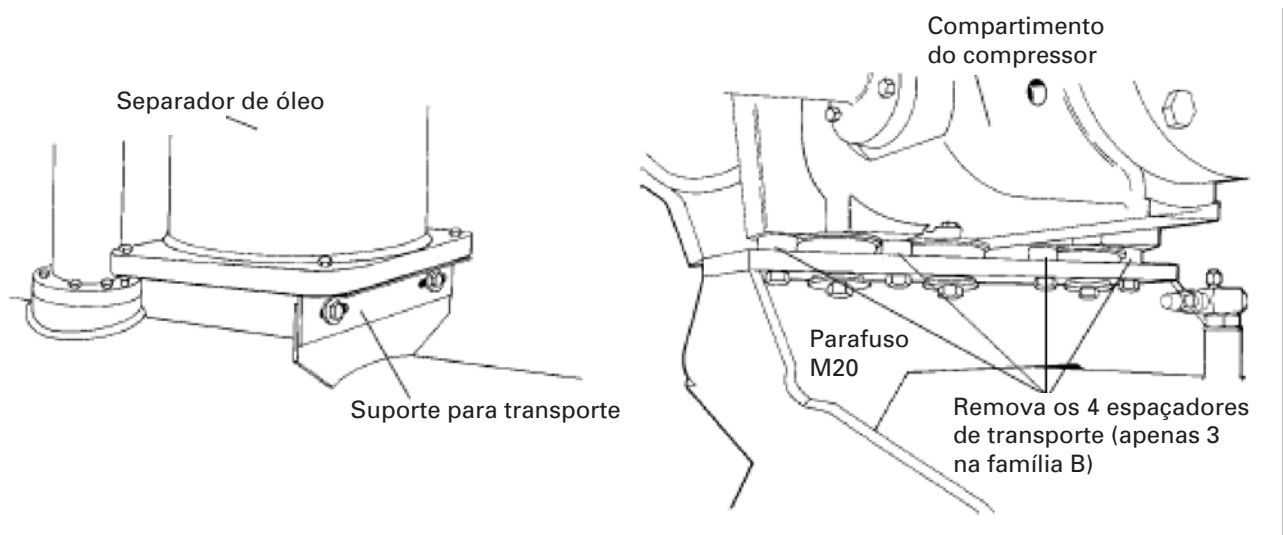

Figura 8. Separador de óleo com suporte de transporte e espaçador de transporte do compressor
8. A unidade é fornecida com 4 espaçadores (apenas três na família B) no conjunto do compressor, que protegem os apoios de isolamento do compressor durante o transporte e o manuseio. Remova estes espaçadores (figura 8) antes da operação da unidade.
9. Remova os suportes de transporte dos lados inferiores do(s) separador(es) de óleo (veja a figura 8).